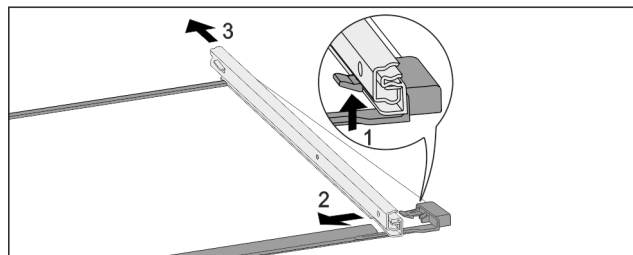

Fig. 174 Staklena ploča s vodilicama
- ▶ Prednji uskočnik pritisnite prema gore. Fig. 174 (1)
- ▶ Izvlačnu vodilicu povucite u stranu Fig. 174 (2) i prema natrag Fig. 174 (3).